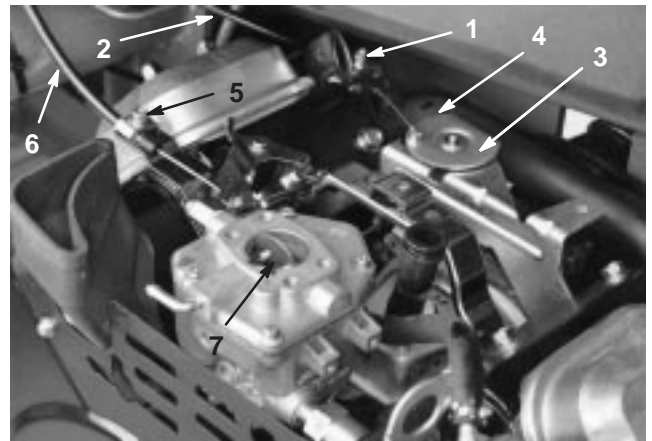

Figure 37
1. Desserrez la vis du collier qui raccorde le câble au moteur (Fig. 37).
3. Tirez fermement sur le câble d'accélérateur jusqu'à ce que l'arrière du pivot atteigne la butée (Fig. 37).
3. Tirez fermement sur le câble de starter, jusqu'à ce que le papillon soit complètement fermé, puis serrez la vis du collier de câble (Fig. 37).